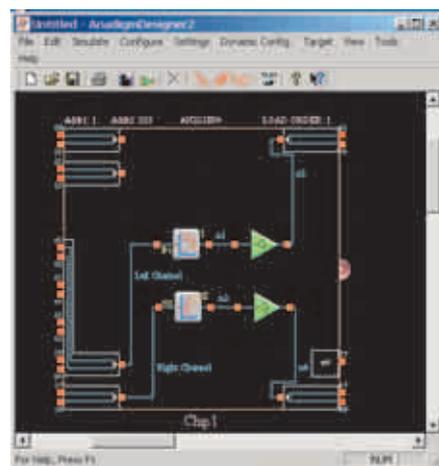

Рис. 2. Схема простого аудиофильтра
1. *Разработка схемы.* На рис. 2 показана схема простого аудиофильтра. Низкие частоты обрабатываются в левом канале, высокие частоты – в правом. Данная схема не является оптимальной с точки зрения компактности и эффективности, но в ней используется ряд стандартных КАМ, что позволяет упростить процесс понимания алгоритма создания схем с АДК.
Мы рассмотрели основные операции, необходимые для создания проекта с динамически изменяемыми параметрами схемы. На практике часто возникают дополнительные нюансы, требующие более глубокого изучения возможностей САПР. Мы рекомендуем в таких случаях использовать техническое описание, входящее в комплект САПР AnadigmDesigner®2, поскольку оно содержит намного больше практической информации, чем «Руководство пользователя» [5]. В любом случае, прежде чем начинать разработку серьезного проекта, лучше потренироваться на простых схемах (например, на схеме, приведённой на рис. 2).